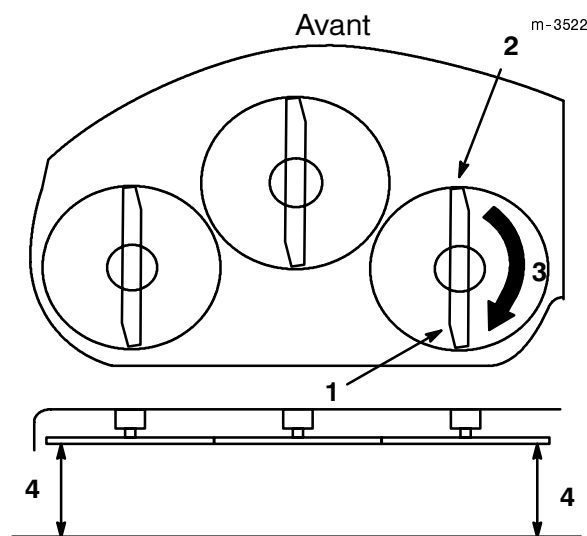
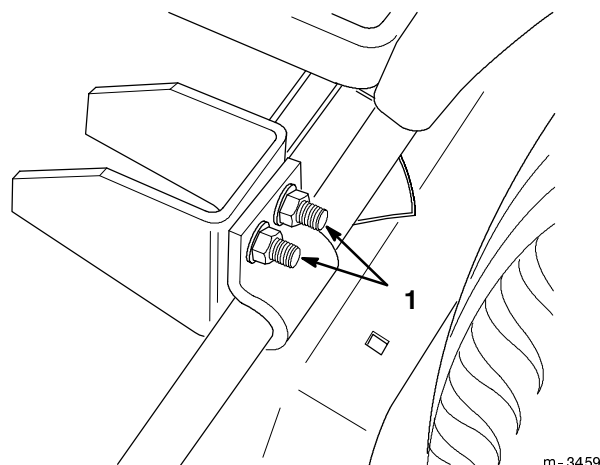

Figure 16
Figure 18
2. Tourner prudemment une des lames dans le sens longitudinal (selon l'axe avant/arrière) (Fig. 16).
- Mesurer la hauteur de l'extrémité avant de la lame (Fig. 16) par rapport au sol plat de référence, puis tourner prudemment la lame d'un demi-tour pour pointer l'extrémité vers l'arrière, et mesurer de nouveau. Le bout de la lame doit être 3 mm (1/8") plus bas en avant qu'en arrière.
Corriger le défaut d'horizontalité à l'aide des deux boulons de carrossier de l'unité de coupe (Fig. 18). Mesurer la hauteur de l'extrémité des lames de chaque côté comme illustré (Fig. 16).
5. Contrôler l'inclinaison d'une des lames (Fig. 16).